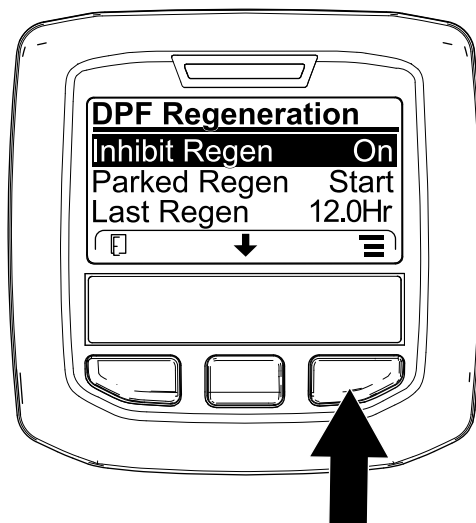
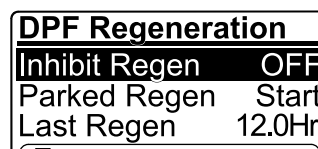

図 60
図 61
1. DPF Regeneration メニューで、中央ボタンを押して再生禁止 INHIBIT REGEN オプションに移動し、右ボタンで中に入る 図 60。
2. 右ボタンを使って、設定を ON から OFF 図 60 または OFF から ON に変える 図 61。